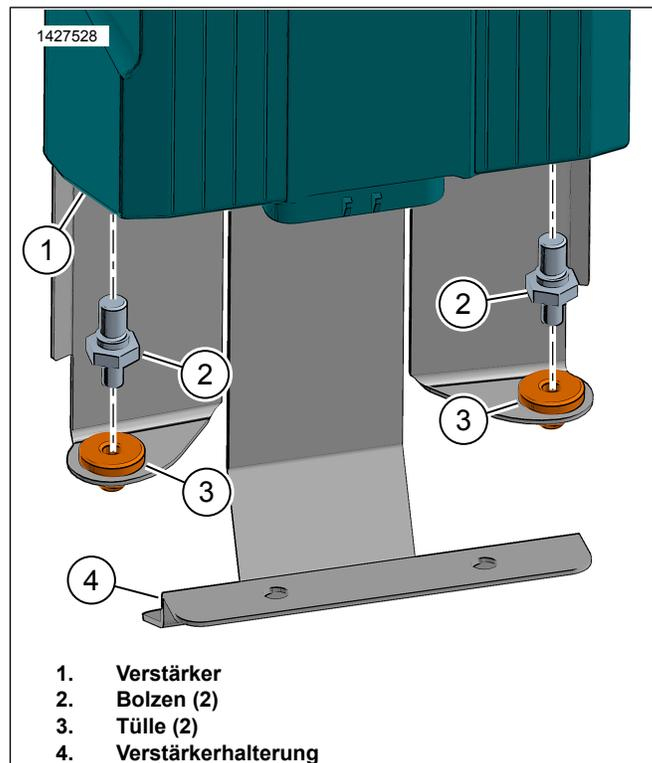

Abbildung 5. Verstärker Spikezapfen
4. Siehe Abbildung 5. Die Tülle (3) in Verstärker-Befestigungshalterung (4) einbauen.
5. Den Haltestift (2) in Verstärker (1) einbauen. Festziehen.